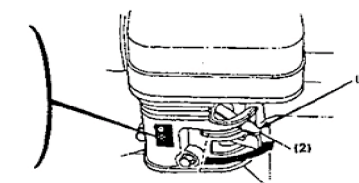

Рис.11
По мере разогрева двигателя постепенно передвигайте рычаг воздушной заслонки в позицию «открыто» (ON) (см. рис.11).
Переместите топливный кран в положение «Закрыто» (OFF), открутите гайку топливного фильтра и уплотнительное кольцо. Промойте детали в растворителе, тщательно прочистите их и снова установите на прежние места. Переместите топливный кран в положение «Открыто» (ON) и убедитесь, чтобы не было утечек (см. рис.11).